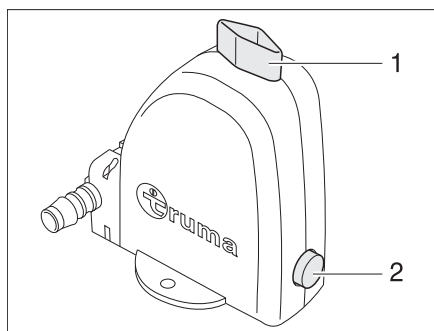

Bild 95 Sicherheits-/Ablassventil des Boilers
Der Boiler ist mit einem Sicherheits-/Ablassventil (Bild 95) ausgestattet. Das Sicherheits-/Ablassventil verhindert, dass das Wasser im Boiler einfriert, wenn bei Frost die Heizung nicht eingeschaltet ist. Das Sicherheits-/Ablassventil ist heizungsnah verbaut.
- Sicherheits-/Ablassventil schließen. Dazu den Drehknopf (Bild 95,1) quer zum Sicherheits-/Ablassventil drehen und den Druckknopf (Bild 95,2) hineindrücken.
- Sicherheits-/Ablassventil öffnen. Dazu den Drehknopf (Bild 95,1) längs zum Sicherheits-/Ablassventil drehen. Der Druckknopf (Bild 95,2) springt heraus. Der Boiler wird über das Sicherheits-/Ablassventil nach außen entleert.